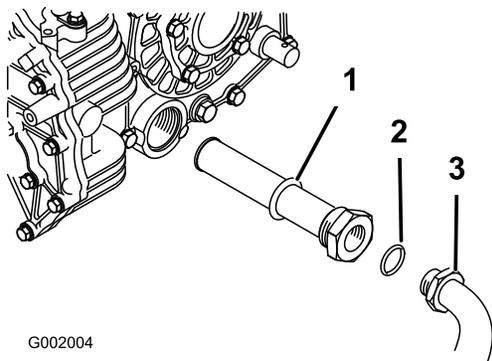

Figure 39
- Déposez le flexible hydraulique et le raccord à 90° (Figure 39).